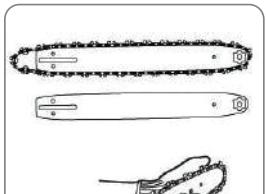

Abb. 7
4. Installieren Sie die Sägkette in der Führungsplatte auf der Führungsschiene (siehe Abb. 7). Die Kette muss so über die Führungsschiene gelegt werden, dass die Schneidezähne in die Laufrichtung der Kette zeigen (siehe Abb. 8).